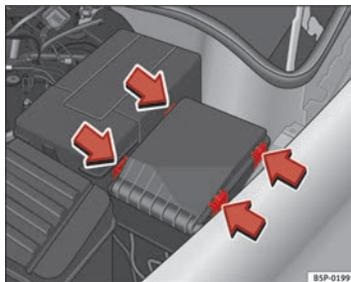

Fig. 184 Tapa de la caja de fusibles en el compartimiento motor
- Retire la tapa de fusibles del compartimiento del motor haciendo presión sobre las lengüetas hacia el centro de la tapa ⇒ fig. 184.